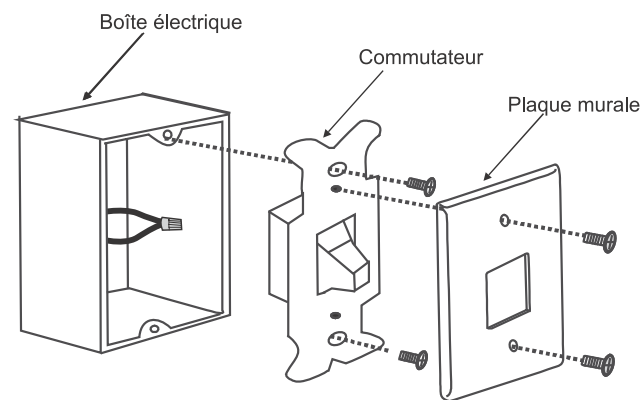

Fig. 23
**Étape 1.** Retirer la plaque murale existante et l'ancien interrupteur de la boîte électrique murale. Connecter les conducteurs NOIR (charge) ensembles à l'aide d'un écrou de connexion et les pousser délicatement dans la boîte de connexion. (Fig. 23)